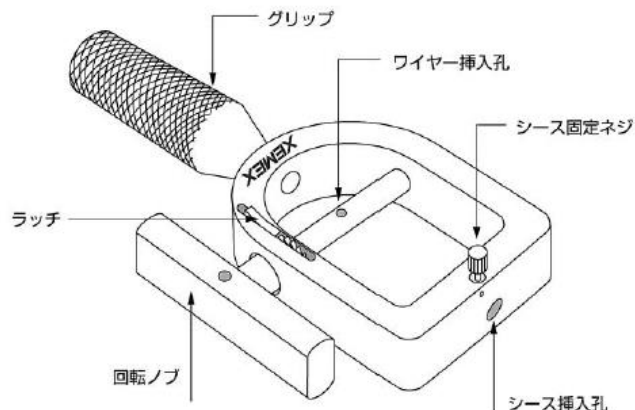
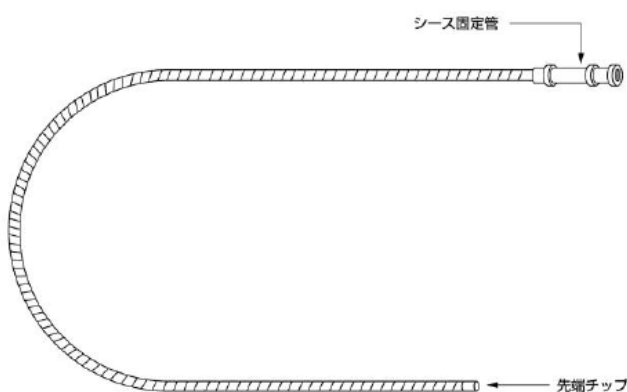

図 7. エンドトリプターハンドル
図 8. エンドトリプターシース
以上を行っても結石が外せない場合、4-5「結石除去が出来ない場合の対処方法」を参考にし、別売の弊社「エンドリブター」(図7・図8)を用いて結石除去を行ってください。
- 8) 嵌頓の解除が困難な場合は、4-5「結石除去が出来ない場合の対処方法」を参考にし、別売の弊社「エンドリブター」(図7・図8)を用いて結石破碎を試みてください。クラッシャーハンドルに異常が発生している可能性がありますので、クラッシャーハンドルを交換して、最初から碎石の操作を行ってください。
- 2) 嵌頓の解除が困難な場合は、4-5「結石除去が出来ない場合の対処方法」を参考にし、別売の弊社「エンドリブター」(図7・図8)を用いて結石破碎を試みてください。
- 3) ワイヤに被せて弊社品エンドリブターシース LBETS (別売品、図8) を挿入します。
- 6) 嵌頓の解除が困難な場合は、4-5「結石除去が出来ない場合の対処方法」を参考にし、別売の弊社「エンドリブター」(図7・図8)を用いて結石破碎を試みてください。
エンドトリプターはエンドトリプターハンドル（図 7）とエンドトリプターシース（図 8）から構成されます。